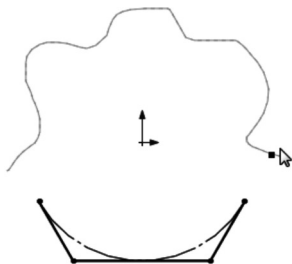

图 3-21 一尾迹沿剪裁路径生成
- [4] 单击位于第一个实体旁边的图形区域，然后拖动穿越要剪裁的草图实体，一尾迹沿剪裁路径生成，如图 3-21 所示。